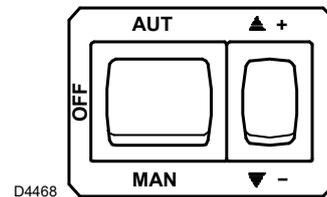

Abb. 20
- 2 Den manuellen Betriebsmodus "MAN" (Abb. 20) wählen und die Voreinstellung des Nocken III des Stellantriebs und der NULLPUNKT-Stellschraube wie in Tab. M angegeben durchführen, dann den Brenner anfahren.
- 3 Nach erfolgter Zündung den Stellantrieb von Hand durch Drücken des Schalters "+" (Abb. 20) zur Stellung der zweiten Flamme bringen. Bei diesem Vorgang die Stabilität der Flamme prüfen: falls sie nicht stabil ist, die Stellschraube Gas/Luftverhältnis leicht verstellen, bis die gewünschte Höchstleistung und die korrekten CO₂-Werte in den Abgasen erreicht werden, dann den Nocken I auf den vom Stellantrieb erreichten Wert einstellen.
- 4 Den Stellantrieb von Hand durch Drücken des Schalters "-" (Abb. 20) zur Stellung der ersten Flamme bringen. Die Verbrennung überprüfen und ggf. nur die NULLPUNKT-Stellschraube verwenden, um die korrekten CO₂-Werte in den Abgasen zu erhalten.
Am Ende, nachdem geprüft wurde, ob der Brenner gut zündet und die Flamme stabil ist, den automatischen Betriebsmodus wählen, dazu den Betriebsartschalter auf "AUT" stellen (Abb. 20): die Modulation wird zwischen der eingestellten Position von NOCKEN III und der von NOCKEN I erfolgen.
Für eine Vergrößerung des Nockenwinkels muss zuerst der Winkel des Stellantriebs mit der Taste "Erhöhen der Leistung" +)(Abb. 20) vergrößert werden, dann muss der Winkel des **NOCKENS III** vergrößert werden und schließlich muss der Stellantrieb
mit der Taste "Verringern der Leistung" -)(Abb. 20) wieder auf Mindestleistung gestellt werden.